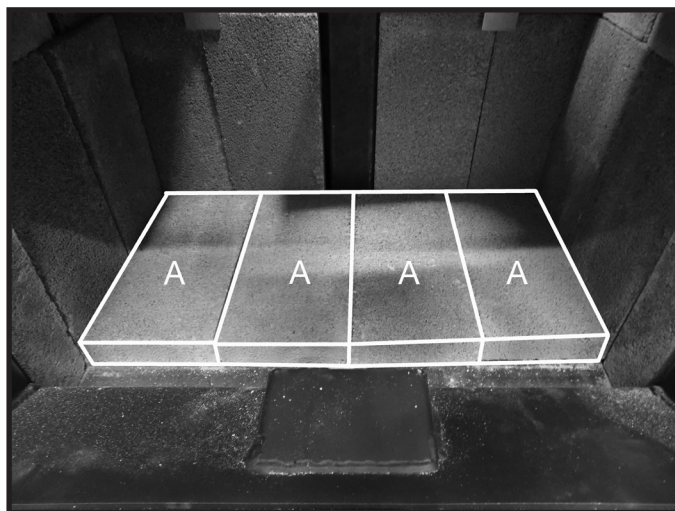

Figure 17: Briques de quatre étages en place.
6. Placez quatre briques réfractaires "A" sur le sol de la chambre de combustion, comme indiqué (à la Figure 17).